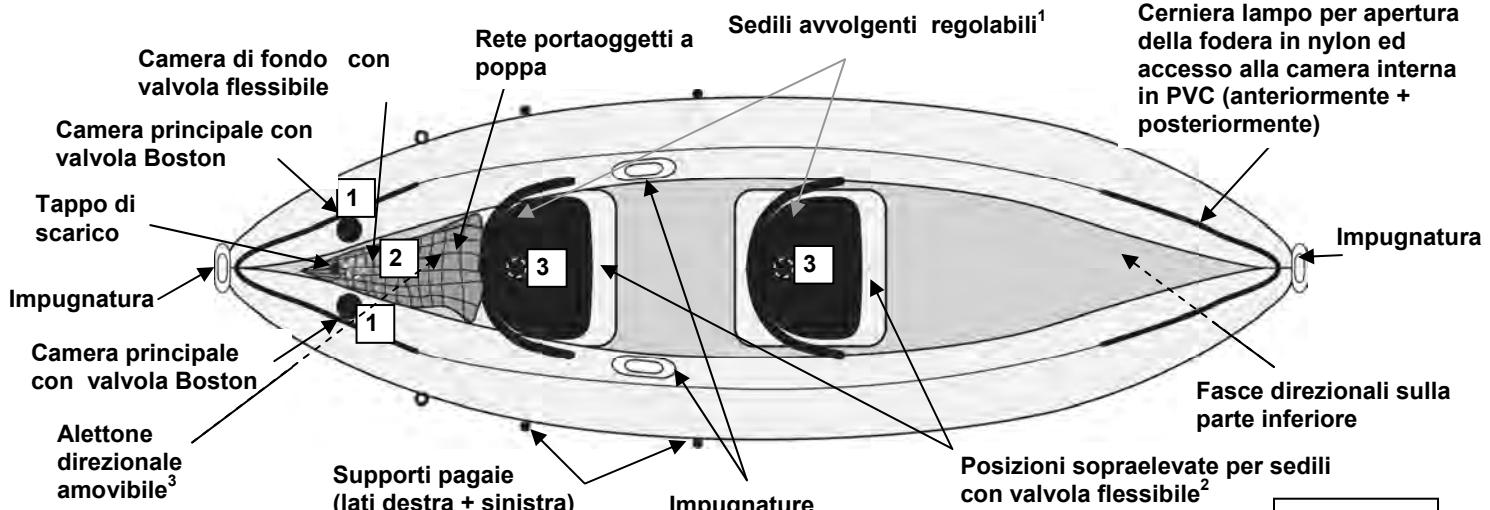

Figura 1
- a) Valvola(e) Boston (figura a fronte) : sviti il cappuccio della valvola (1), avviti il corpo della valvola (2) nella base della valvola (3) ; abbia cura che il cappuccio resti accessibile. Inserisca l'estremità del gonfiatore nella valvola e gonfi fino a raggiungere il livello di pressione raccomandato (vedere punto 3). Dopo il gonfiaggio, chiuda bene tutte le valvole con il loro cappuccio (nel senso delle lancette d'un orologio). **N.B. :** una leggera fuga d'aria prima della chiusura è normale, solo il **cappuccio della valvole assicura la TENUTA STAGNA**.
3. Gonfi il prodotto secondo l'ordine di gonfiaggio indicato sulla placca d'immatricolazione stampata sul prodotto (vedere anche figura 1, la numerazione delle valvole).